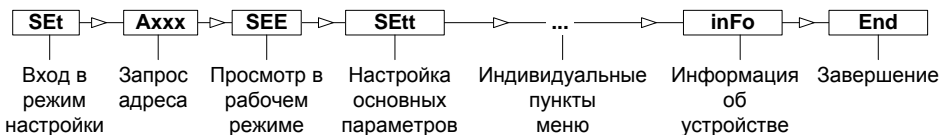

Рисунок 17
3.8.2.1 Меню устройств содержит ряд пунктов, каждый из которых объединяет несколько параметров (настроечных или информационных), определяющих функции устройства. Есть обязательные пункты, присутствующие у всех устройств: **SEE**, **SEtt** и **inFo** (рисунок 17).